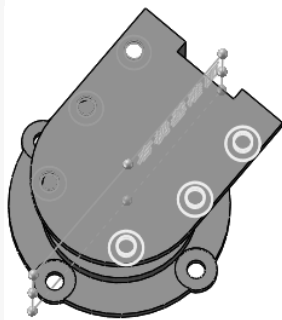

图 7-103 镜像实体
7) 镜像实体。单击“特征”控制面板中的 (镜像) 按钮, 或选择菜单栏中的“插入”→“阵列/镜像”→“镜像”命令, 系统弹出“镜像”属性管理器; 在“镜像面/基准面”选项列表框中选择“右视基准面”作为镜像面, 在“要镜像的特征”选项列表框中选择前面创建的切除拉伸 3 和切除拉伸 4 特征, 其他选项设置如图 7-103 所示, 单击 (确定) 按钮, 完成顶部安装孔特征的镜像。